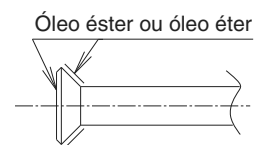

Fig. 12
- Ao ligar a porca de alargamento, revista a secção de alargamento (interna e externamente) com óleo éter ou óleo éter, rode três ou quatro vezes e, depois, aparafuse. **(Consulte a Fig. 12)**